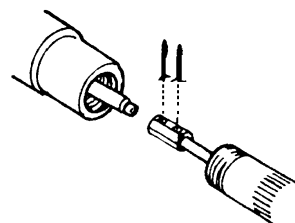

Fig.5.3
- 4) サクシジョンチューブを少し引離すと、エアモーターとロッドを接続しているユニオンが出てきます。ピンを抜きねじ戻し取外すと、エアモーターと下ポンプが分離できます。(Fig.5.3)